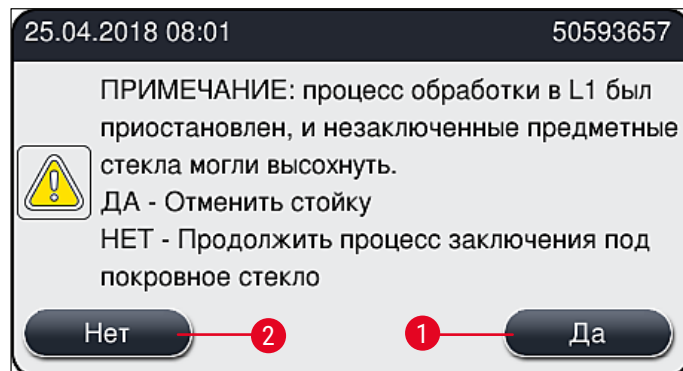

Рис. 112
9. Программное обеспечение прибора выполняет сканирование уровня заполнения. По завершении сканирования пользователь получает информационное сообщение (→ Рис. 112).